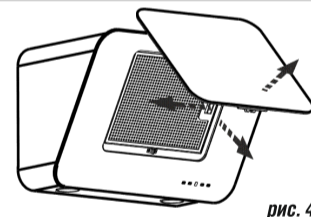

рис. 4
6.1.1 Перед установкой вытяжки снимите алюминиевый фильтр (рис. 4).
- потяните за нижний край откидной панели, как показано на рис. 4 и откройте ее;
8.3 Для очистки алюминиевого фильтра извлеките его из вытяжки (рис.4). Произведите очистку фильтра с помощью щетки горячим водным раствором нейтрального моющего средства вручную или в посудомоечной машине (при 60°C). Сильно загрязненный фильтр не следует мыть в посудомоечной машине вместе с посудой.